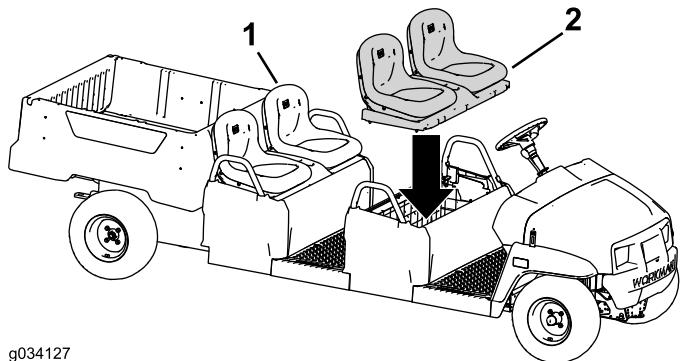

図 100
2. 元の座席アセンブリを後列に取り付ける図100。
3. 座席アセンブリを前列に取り付ける図100。